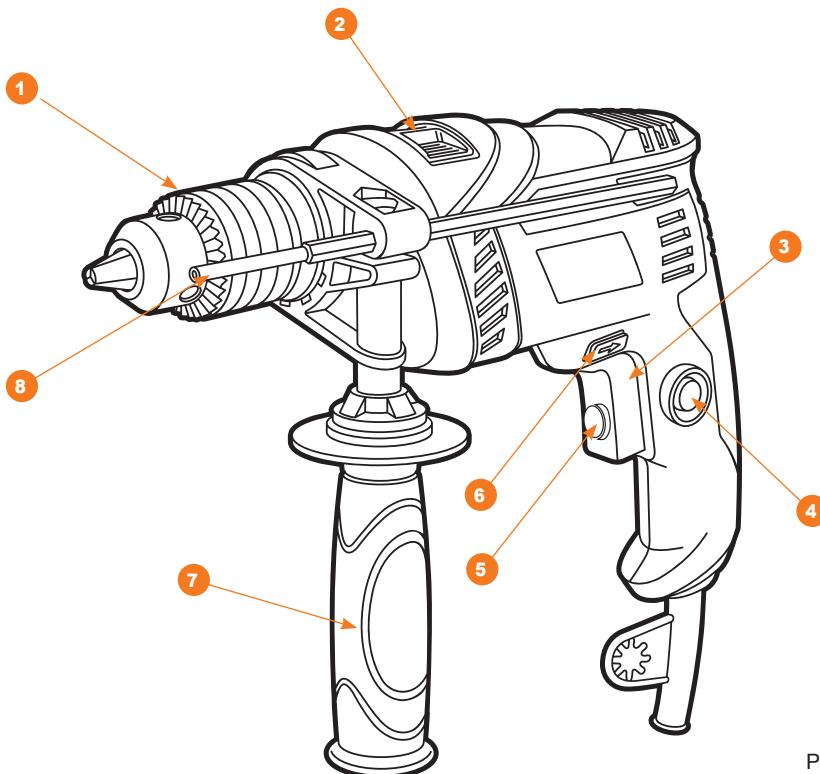

Рис. 1
Переключатель режима работы **②** установите в положение сверления  , регулятором оборотов **⑤** установите требуемую скорость вращения патрона, переключателем направления вращения **⑥** требуемое направление (Рис. 1).
При необходимости, производить изменение направление вращения патрона, с правостороннего на левостороннее и обратно используйте переключатель **⑥** (Рис. 1). Переключение производите только после выключения инструмента и полной остановки вращения патрона.